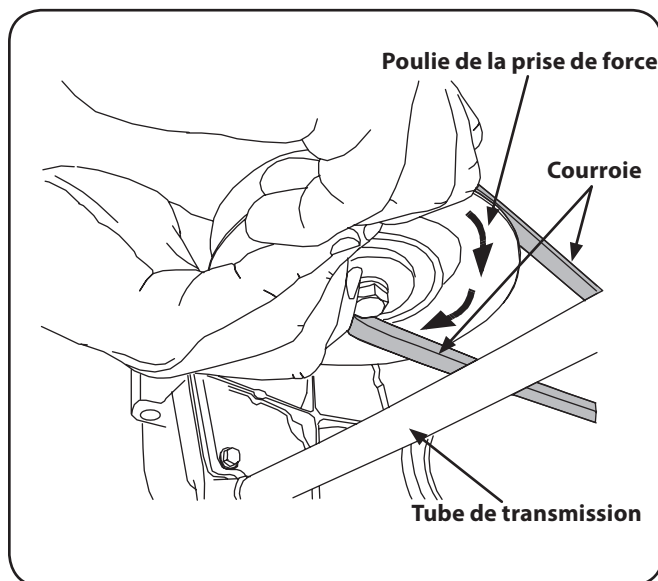

Figure 7-5
4. Maintenez la courroie vers le bas et continuez de tourner la poulie de la prise de force jusqu'à ce que la courroie soit complètement dégagée de la poulie. Voir la Figure 7-5.
- Tirez sur le côté droit de la courroie et placez le côté plus étroit en forme de « V » de la courroie dans la poulie de la prise de force. Voir Figure 7-5.
- Tenez la courroie et la poulie et faites pivoter la poulie vers la gauche (voir Figure 7-5). Continuez à tenir et à faire pivoter la poulie et la courroie jusqu'à ce que la courroie soit complètement enroulée autour de la poulie de la prise de force.